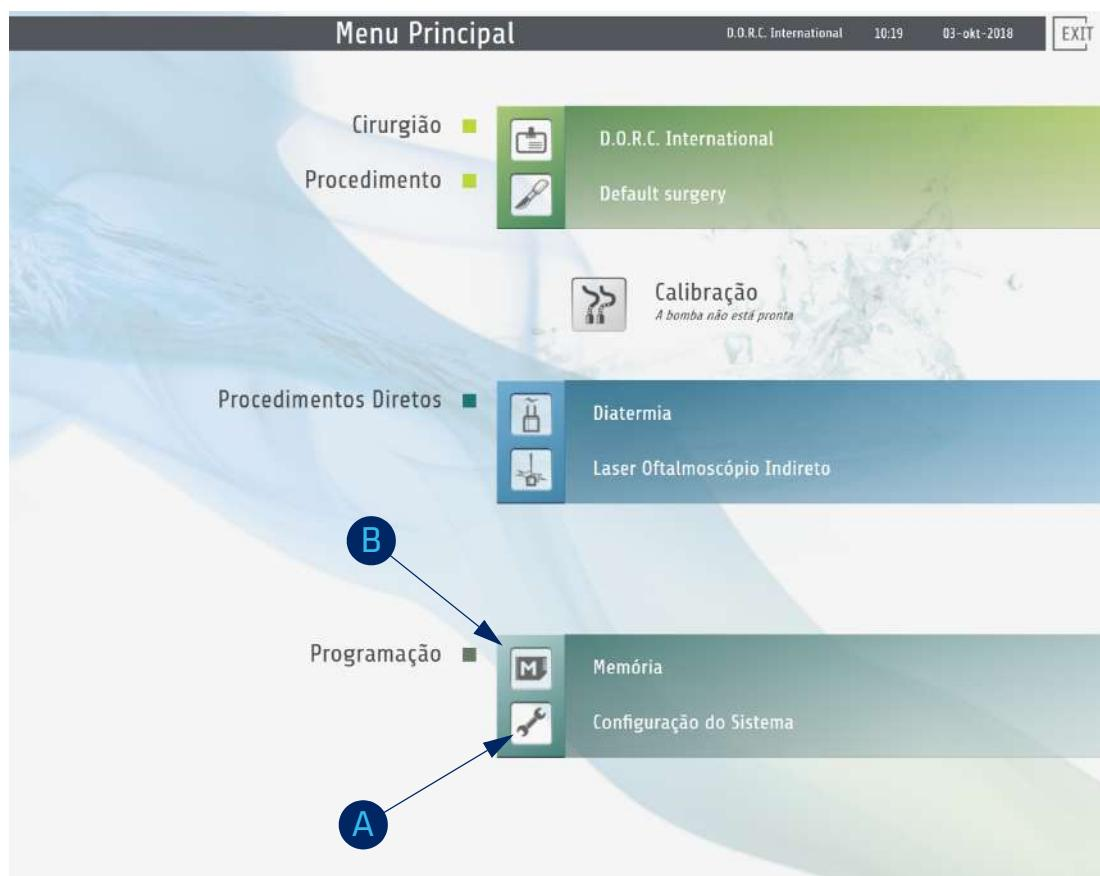

Fig. 148: Menu principal
No menu principal (fig. 148) você pode selecionar os dois seguintes menus de configuração:
1. No menu principal pressione CONFIGURAÇÕES DO SISTEMA (ver fig. 148, página 140).